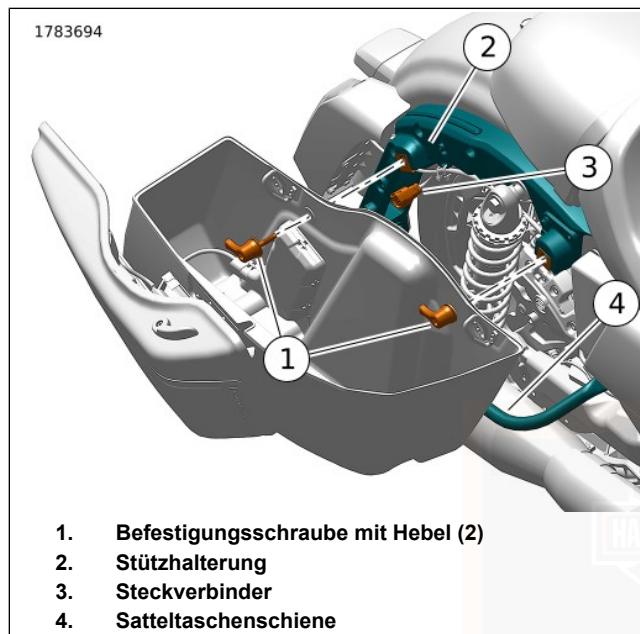
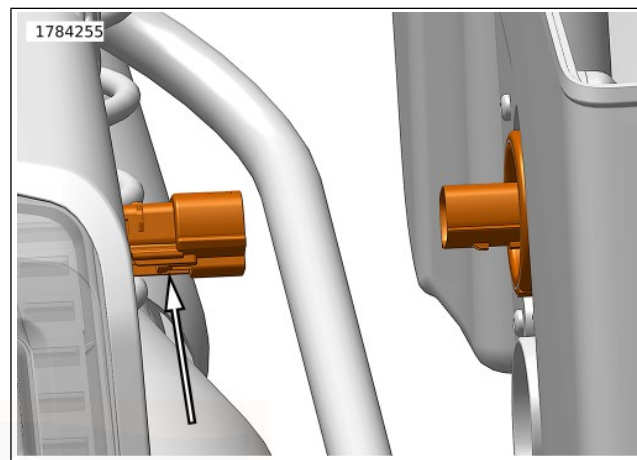

Abbildung 68. Ausbau/Einbau der Satteltasche
Abbildung 69. Rechte Verriegelungszunge des Kabelbaumsteckverbinders (linke Seite identisch)
2. Siehe Abbildung 68. Die Hebel (1) der Befestigungsschrauben gegen den Uhrzeigersinn drehen, um die Befestigungsschrauben von der Stützhalterung zu entfernen.
3. Die Satteltasche halten und den Audiosteckverbinder (3) abklemmen.
- a. Siehe Abbildung 69. Auf den Freigabeknopf drücken. Steckverbinder-Hälften trennen.
1. Siehe Abbildung 68. Die Satteltasche behutsam in die Einbaustellung auf der Satteltaschenschiene (4) bringen. Die Befestigungstüllen an der Stützhalterung (2) ausrichten.
2. Die Satteltasche abstützen. Den Audiosteckverbinder (3) anschließen.
- a. Siehe Abbildung 69. Die Steckverbinderhälften zusammendrücken, bis die Verriegelungszunge einrastet.
3. Siehe Abbildung 68. Die Befestigungsschrauben (1) durch die Tüllen in der Stützhalterung (2) einbauen. Die Hebel im Uhrzeigersinn drehen und die Befestigungsschrauben so anziehen, dass die Hebel wie dargestellt nach unten zwischen der 3-Uhr- und 9-Uhr-Stellung zeigen.